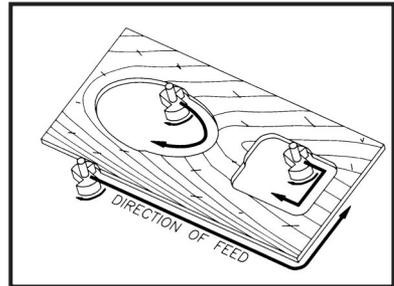

Fig. 13
**⚠ ADVERTENCIA** Evite el “CORTE TREPADOR” (un corte en la dirección opuesta a la indicada en la Fig. 13). El “CORTE TREPADOR” aumenta el riesgo de la pérdida de control, resultando en la posibilidad de una herida personal. Cuando sea necesario hacer el “CORTE TREPADOR” (retrocediendo a una esquina), ejerce extrema precaución para mantener control del ráuter. operación más segura, solamente el delta recomendó los accesorios se debe utilizar con este producto.